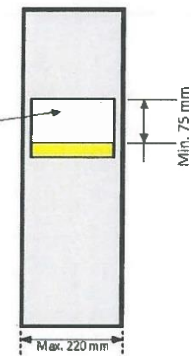

Figure 1
- À la mi-portée, un espace libre de 100 mm par 100 mm doit être disponible du dessus du pont jusqu'au-dessus du tablier pour permettre la mise en place du système d'application de la force. L'application de la force du vérin sera faite sur deux points (voir la figure 1, page 9). Les équipes doivent délimiter au préalable le positionnement des plaques permettant d'appliquer la force sur le pont. Pour ce faire, se référer à la figure 1.